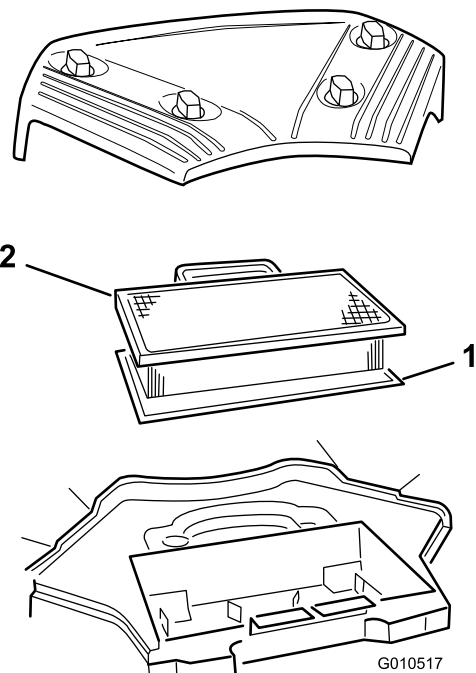

Figura 21
1. Pomo (4)
3. Retire el filtro de papel y el de gomaespuma (Figura 21).